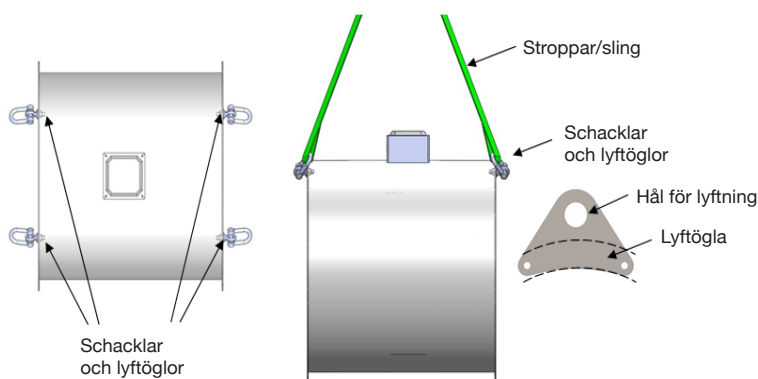

Bild 5.
1. Tillräckligt dimensionerade stroppar och schacklar måste monteras på ett säkert sätt i flänshålen med jämna mellanrum som på bild 5. Fördela lasten jämnt över alla lyftpunkter. Om lyftfästen finns måste dessa användas tillsammans med schacklar, stroppar och sling. Lämpliga viktfordelningsstänger bör användas för att minimera belastningen på lyftöglorna i sidled. Tillverkarens rekommendationer för stropp- och schackelvinklar bör beaktas.